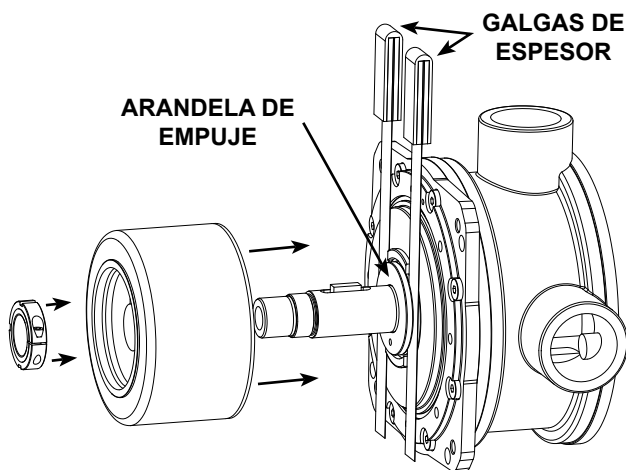

FIGURA 12
7. Coloque las galgas con espesor (0.002"), una en cada lado, entre el buje del plato adaptador y la arandela de empuje del magneto interior. Consulte la **Figura 12**. Ello establecerá el claro apropiado para las arandelas de empuje. Apriete la contratuerca hasta que las galgas de espesor estén ajustadas, pero todavía puedan retirarse. No retire las galgas de espesor en este momento.